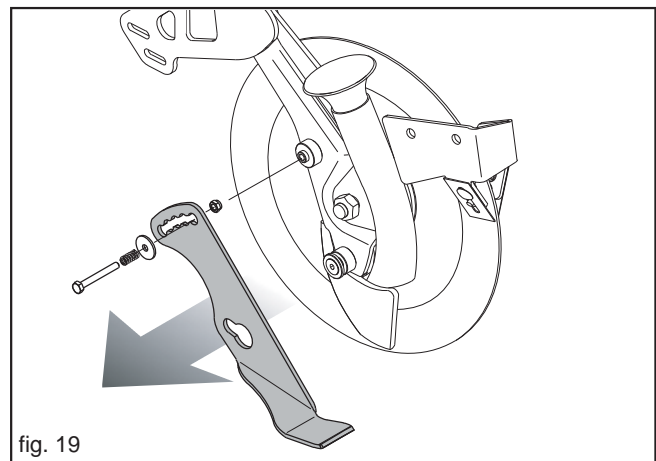

fig. 19
**WICHTIG:** für das Säen in den feuchten Boden, zu einer vorgerückten Tiefe zu 5 Zentimeter, wird es geraten, um den Begrenzer zu entfernen (Fig. 19).